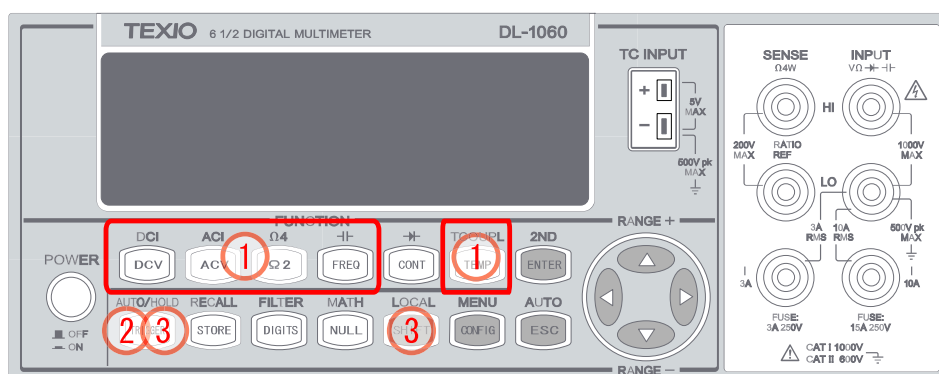

図 3-19
- ① はじめに測定機能を選択します。
- ② 前面パネル上の TRIGGER ボタンを押すと読み取りが行われます。
- ③ Single トリガモードを終了し Auto トリガモードに戻る場合は、SHIFT + TRIGGER ボタンを押します。使用するボタンは図 3-19 に示します。